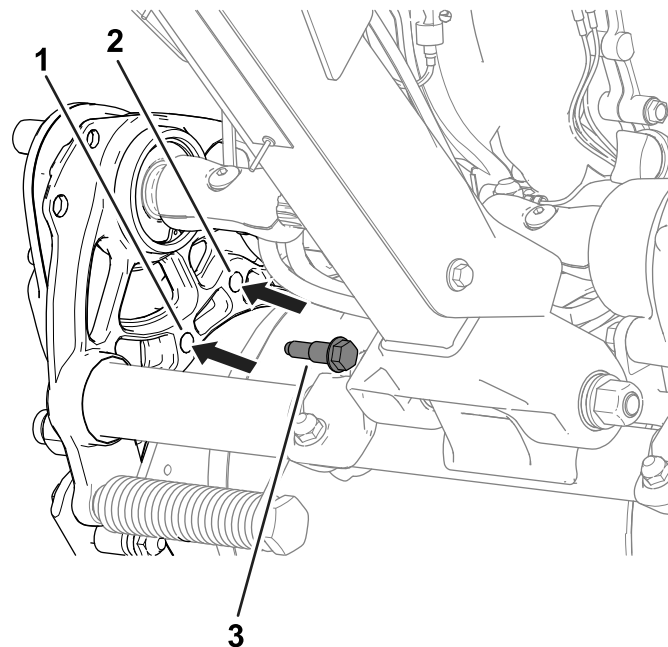

Figura 21
4. Utilizați uruburile cu umăr îndepărtate anterior pentru a fixa carcasa unității de acționare pe cadru (Figura 21).
2. Îndepărtați uruburile cu umăr (Figura 21) de pe fiecare parte a mâinii care fixează carcasa unității de acționare a tamburului pe cadru.